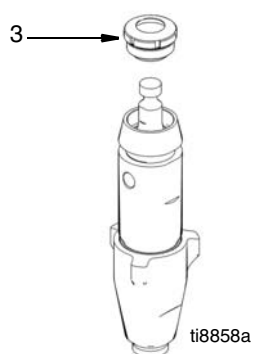

FIG. 13
- (Fig. 13) Instale a porca de empanque (3) no cilindro e aperte manualmente.